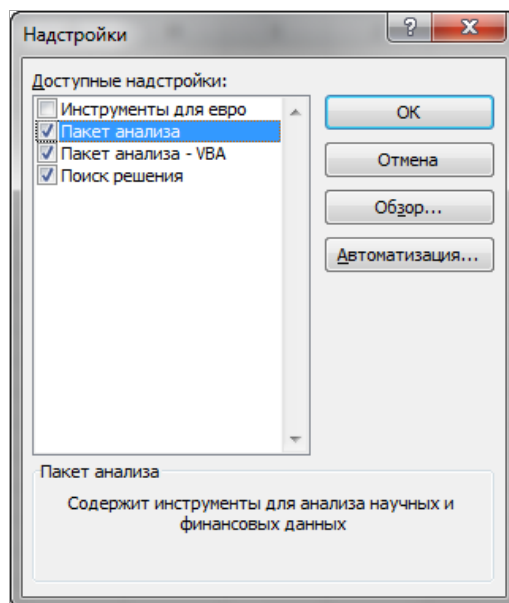

Рис. 1.3
4. В поле **Доступные надстройки** установить флажок рядом с пунктом **Поиск решения** (рис. 1.3) и нажать кнопку **ОК**.